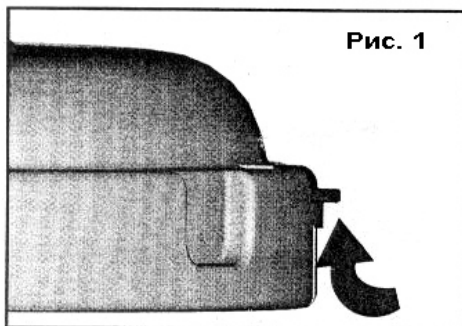

Рис. 1
- Снимите стопорный штифт крышки (см. рис. 1).